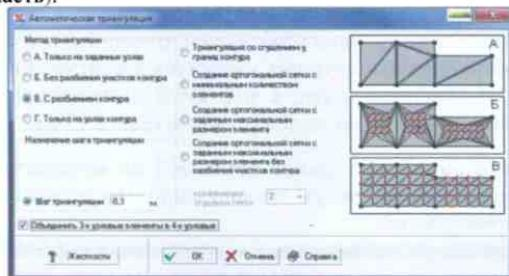

Рис. 5.12-5. Диалоговое окно Автоматическая триангуляция
- нажать кнопку **Генерация треугольной сетки КЭ на плоскости** и назначить параметры триангуляции в диалоговом окне **Автоматическая триангуляция** (рис. 5.12-5);
Перед выполнением триангуляции в окне **Автоматическая триангуляция** (см. рис. 5.12-5) выбирается метод триангуляции, назначаются параметры и задаются (если это необходимо) жесткостные характеристики конечных элементов (для этого используется кнопка **Жесткости**).